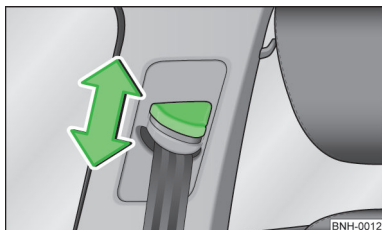

Fig. 157
- > Poussez sur la ferrure de renvoi dans la direction souhaitée, vers le haut ou vers le bas » fig. 157.